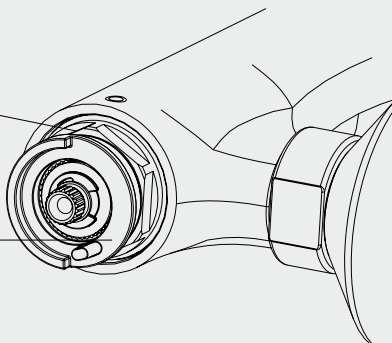
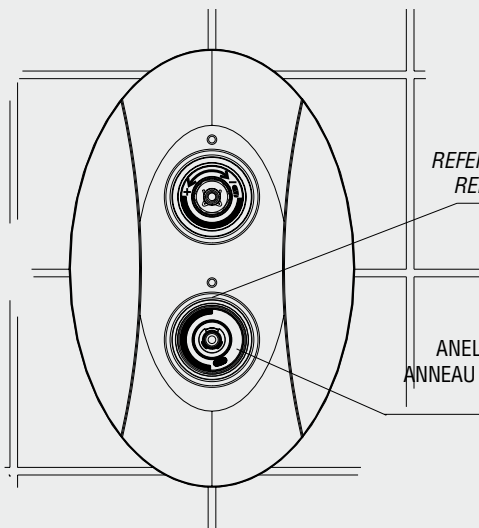

Fig. 14
Fig. 15
- Verificare che l'anello di fermo sicurezza 38°C sia posizionato come indicato nella **Fig. 14** (per esterno) e **Fig. 15** (per incasso).
- *Check the 38°C safety ring is positioned as in the Fig.14 (for the external mixer) and as in the Fig.15 (for the built-in mixer).*
- Vérifier que l'anneau de sécurité température 38°C soit positionné comme indiqué dans la **Fig.14** (pour le mitigeur à l'extérieur) et comme dans la **Fig.15** (pour le mitigeur à encastrer).
- *Prüfen, dass der Sicherheitsring 38°C Temperatur wie in Fig.14 (Aufputzmischer) oder in Fig.15 (Unterputzmischer) angezeigt positioniert wird*
- Verificar que el anillo de seguridad 38°C esté posicionado como indicado en la **Fig.14** (para externo) y **Fig.15** (para encaje).